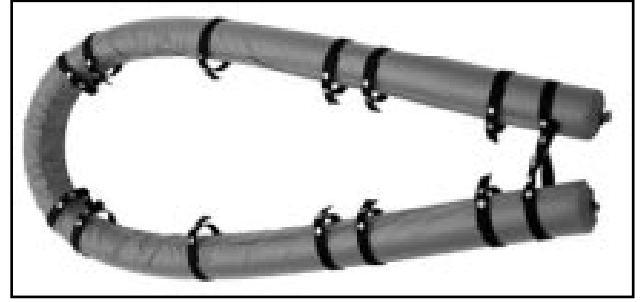

Figure 26 - Modèle 471 (flotteur)
- Dans les situations de sauvetage dans l'eau, les modèles de civière 71 et 71-S doivent être utilisés avec le flotteur Ferno modèle 471 (figure 26).